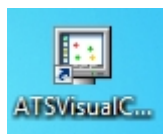

Рис. 1. Окно подключения к Серверу СУМО
- с помощью ярлыка (Рис. 1. Окно подключения к Серверу СУМО) на рабочем столе, в случае, если установка проводилась поставляемым инсталлятором;